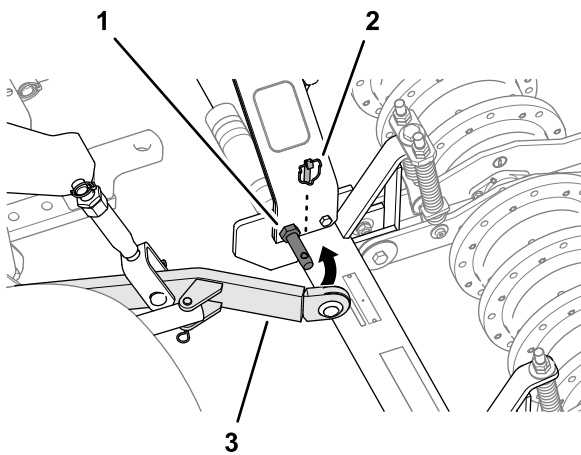

Figura 17
- Posizionate l'arieggiatore in modo che i bracci degli attacchi inferiori del trattorino siano allineati ai perni dei bracci di sollevamento dell'arieggiatore (Figura 17).
- Montate i bracci degli attacchi inferiori sui perni dei bracci di sollevamento e fissate i bracci con gli acciarini (Figura 17).